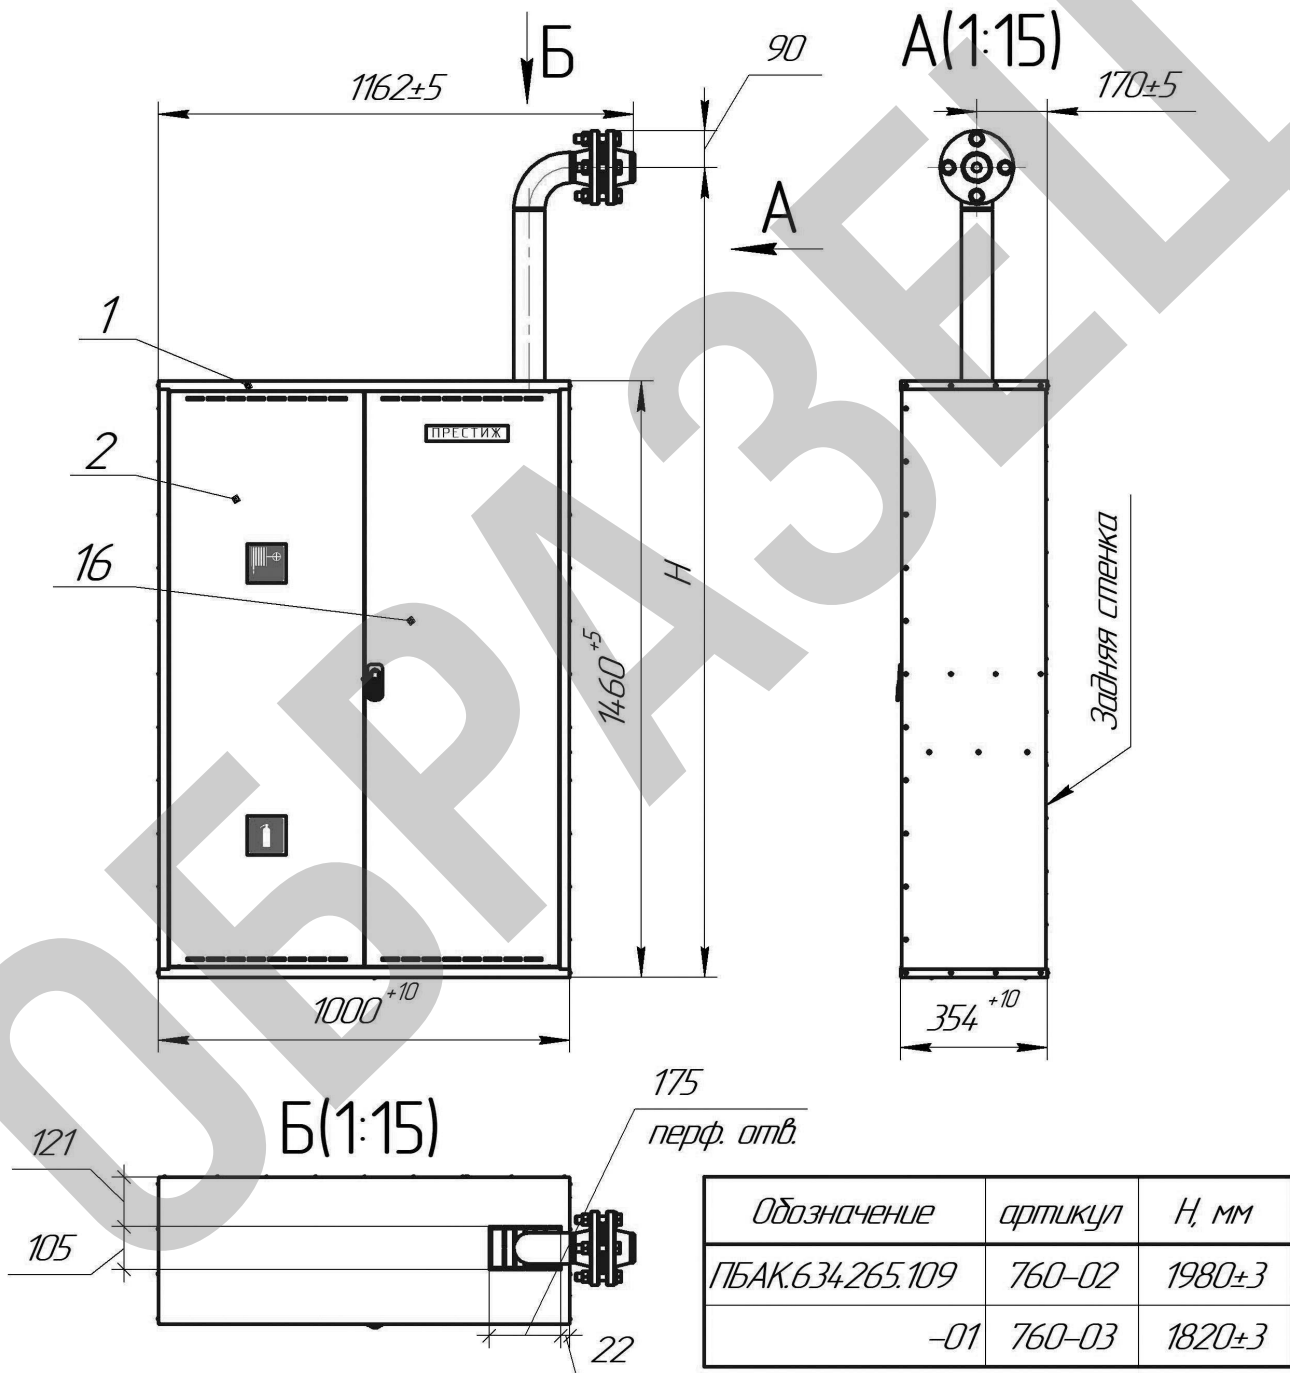
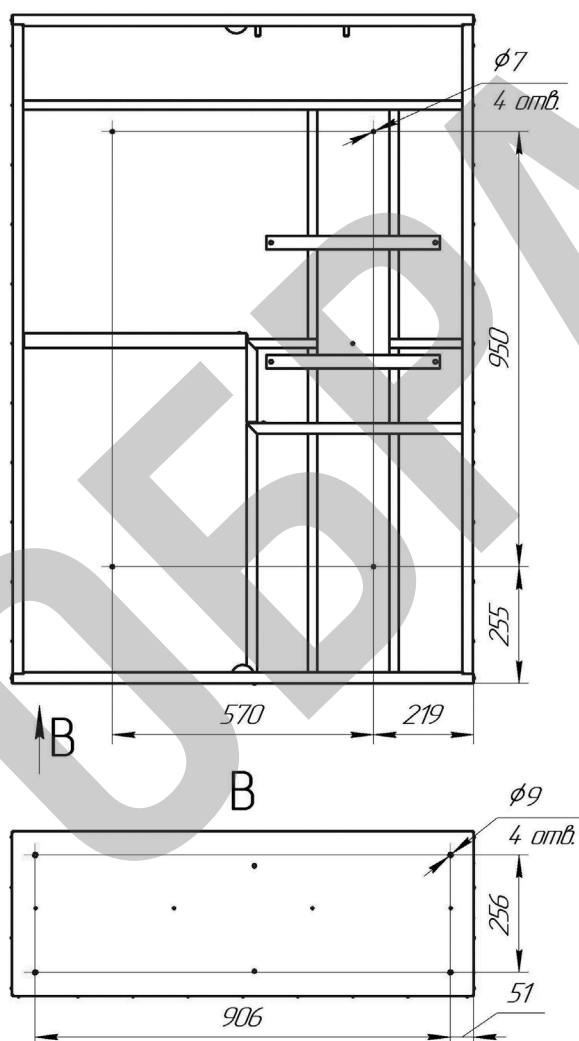

Рисунок 1- Общий вид пенного ПКК ПРЕСТИЖ
Рисунок 3 –
Пожарный шкаф ПРЕСТИЖ-03-ПЗК (см. рис.1) состоит из корпуса 1, двери 2, кассеты рукавной 3, в которую укладывается в двойную скатку пожарный рукав 4, к которому присоединяется ствол пожарный 5 и пенный смеситель 6 через головку муфтовую 7. К пенному смесителю присоединяется пожарный клапан 8 через штуцер 9, в свою очередь к пожарному клапану присоединяется подводящий фланцевый патрубок 10. Так же к всасывающему патрубку пенного смесителя присоединяется емкость для пенообразователя 11 через гибкий напорно-всасывающий рукав 12. В нижней нише шкафа располагают два огнетушителя ОП-10(з)МИГ 13. Дверь 2 запирается на шпингалеты 14, а дверь 16 на замок 15 и пломбируется пломбой.
Монтаж Пенного ПКК осуществляется через отверстия в нижней стенке шкафа и отверстия в задней стенке корпуса шкафа. Координаты отверстий указаны на рис.3.
Для монтажа Пенного ПКК (см. рис.1) необходимо с помощью 4-х анкеров М8х60 (входят в комплект) зафиксировать шкаф к полу. Для предотвращения опрокидывания корпуса шкафа 1, через отверстия в его задней стенке (рис.3) монтируют к стене, используя анкерные болты М6х40 (входят в комплект).
- сварной патрубком с фланцем соединить с пожарным клапаном 8 (рис.1), используя спец. материал для уплотнения и герметизации резьбового соединения.
д) произвести проверку на герметичность фланцевого и резьбового соединения давлением не менее 1,6 МПа, при этом положение вентиляльной рукоятки пожарного клапана 8 (рис.1) должно находиться в положении «ЗАКРЫТО».
Затем необходимо к пенному смесителю 6 (рис.1) присоединить рукав пожарный 4 через головку муфтовую 7. Рукав уложить в рукавную кассету 3. К рукаву пожарному присоединить ствол пожарный 5.
Произвести настройку дозирования пенообразователя пенного смесителя 8 (рис.1) согласно рисунку 5.
При необходимости произвести обтирку емкости для пенообразователя 11 (рис.1) и корпуса шкафа 1 (рис.1) сухой ветошью от остатков пенообразователя.
Проверить положение вентиляльной рукоятки пожарного клапана 8 (рис.1). Рукоятка должна находиться в положении «ЗАКРЫТО».
Дверь 2 (рис.1) запереть на шпингалеты 14 (рис.1), после чего дверь 16 закрыть на замок 15. Двери 2 и 16 опломбировать через пломбировочные отверстия.